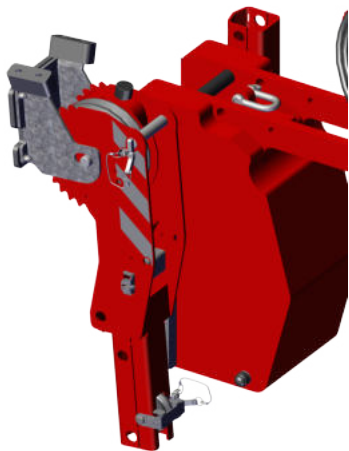

Figura 4.9 Gruppo di testa sulla
1. Rimuovere il gruppo di testa dal sostegno della zavorra (v. *Figura 4.9*).
2. Fissare il gruppo di testa al braccio con il perno di bloccaggio (1) e fissare il perno.